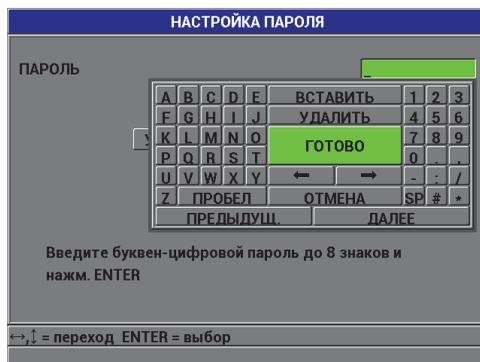

Рис. 5-10 Экран НАСТРОЙКА ПАРОЛЯ
2. В окне НАСТРОЙКА ПАРОЛЯ (Рис. 5-10 на стр. 110), используя до восьми буквенно-цифровых символов, введите ваш пароль в поле ПАРОЛЬ.